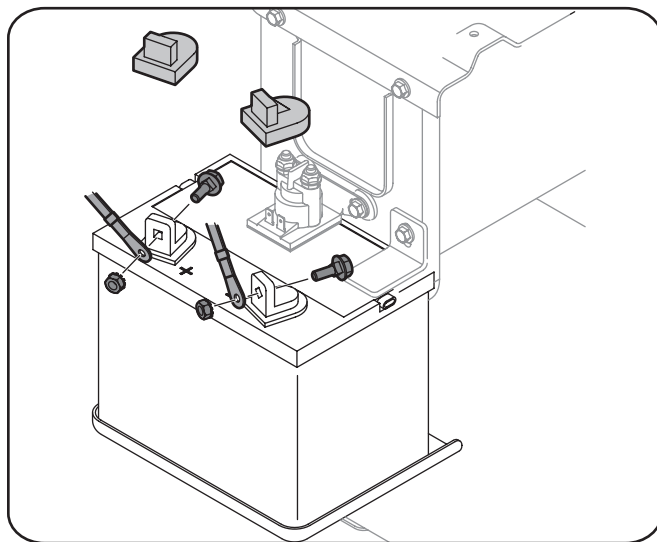

Figura 3-12
2. Retire la tapa de plástico, si está presente, desde el terminal positivo de la batería y conecte el cable rojo al terminal positivo (+) de la batería con uno de los pernos y las tuercas hexagonales, retiradas, utilizando una llave de 7/16 de pulgada y el zócalo. Vea la Figura 3-12.
3. Retire la tapa de plástico, si está presente, desde el terminal negativo de la batería y conecte el cable negro al terminal negativo de la batería (-) con el restante perno y la tuerca hexagonal. Vea la Figura 3-12.